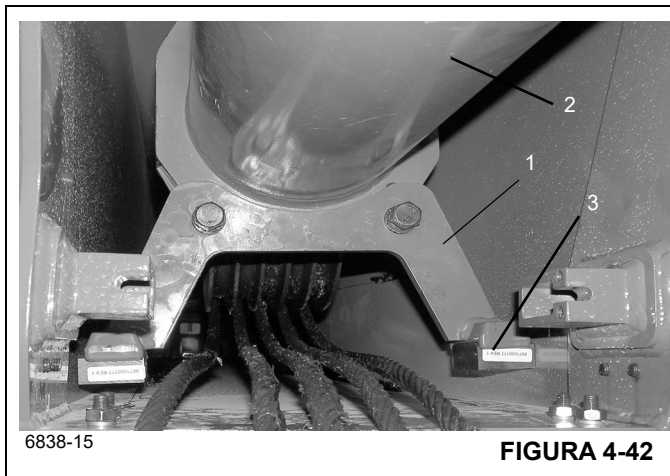

FIGURA 4-42
12. Instale el miembro soldado de la pata del cilindro (1), (Figura 4-42) en el cilindro telescópico (2), (Figura 4-42) con dos pernos.
13. Baje el cilindro de modo que el miembro soldado de su pata se apoye en las almohadillas de desgaste del soporte (3), (Figura 4-42).